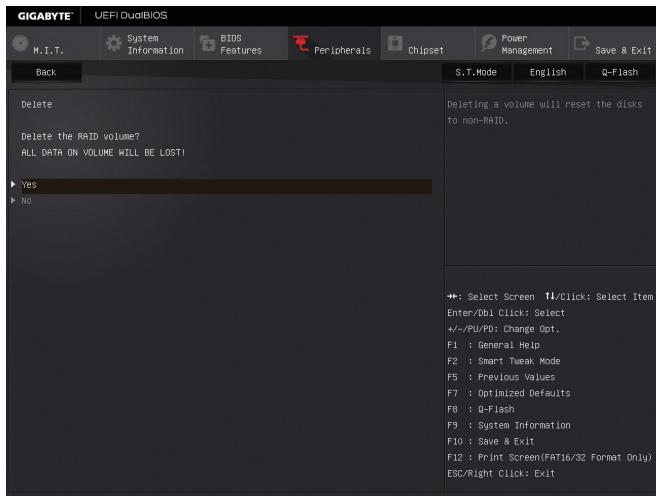

図 8
RAID アレイを削除するには、**Intel(R) Rapid Storage Technology** 画面において削除するボリューム上で **<Enter>** を押します。**RAID VOLUME INFO** 画面に入ったら、**Delete** で **<Enter>** を押して **Delete** 画面に入ります。**Yes** で **<Enter>** を押します(図 8)。